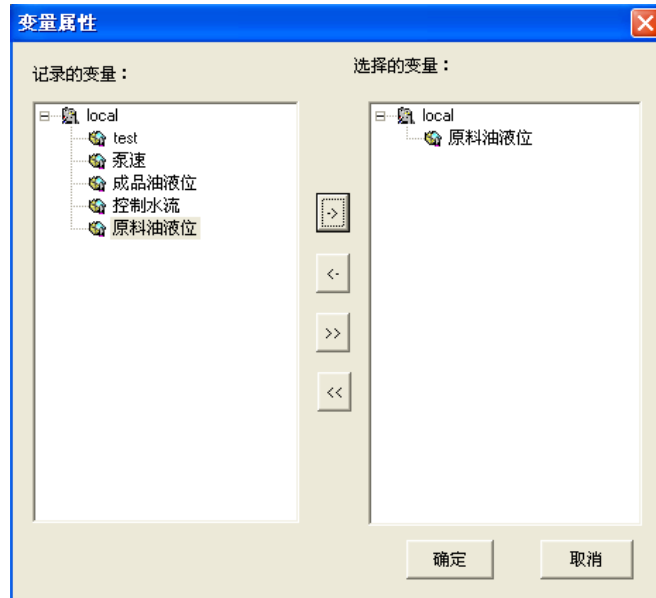

图 8-21
**变量属性页：**在变量属性页中您可以选择欲查询历史数据的变量，如图 8-21 所示。